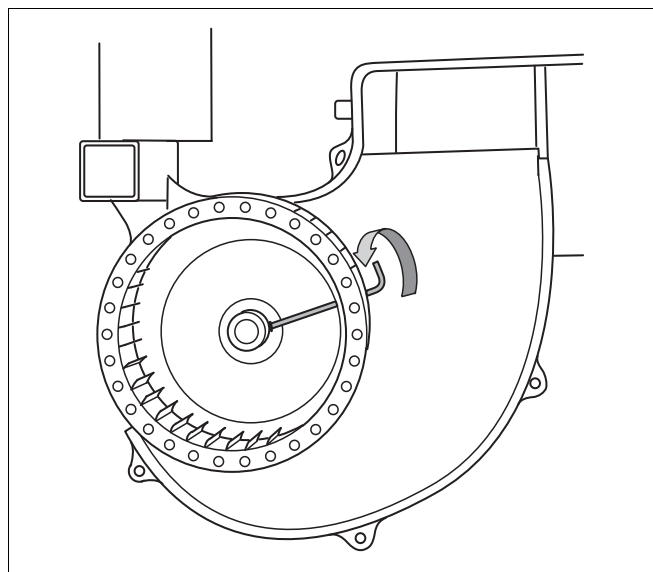

Рис. 23 Снятие крыльчатки
На крыльчатке вентилятора есть отверстие под ключ для внутреннего шестигранника (рис. 23).
- Отверните крыльчатку вентилятора (рис. 23) ключом под внутренний шестигранник 4 мм и снимите ее с вала.